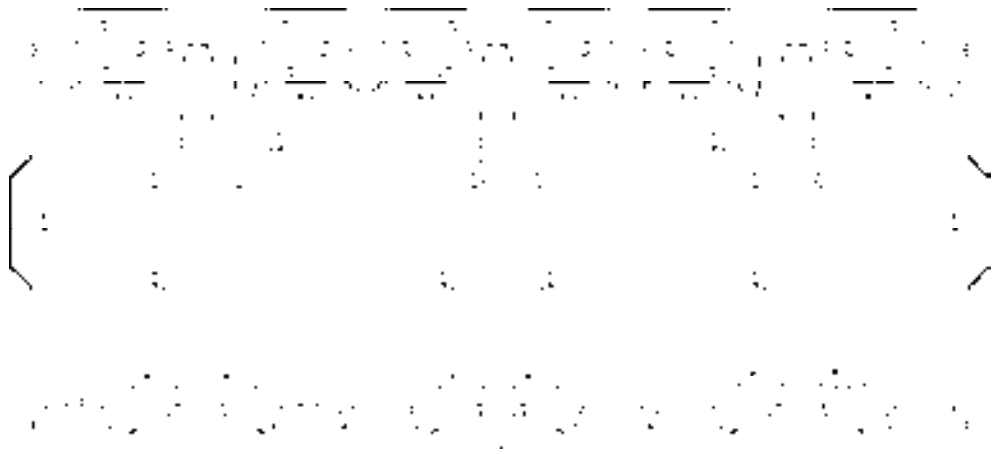

图 14-104 坡道标注
24) 添加坡道标注。调用“箭头引注”命令,在弹出的“箭头引注”对话框中设置参数;分别指定箭头的起点和直段的下一点,箭头引注的绘制结果如图 14-104 所示。